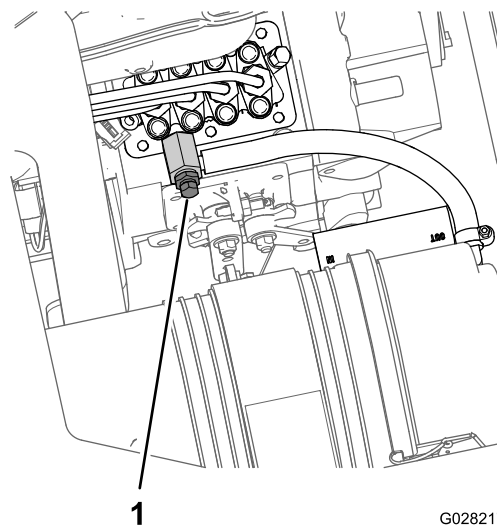

Figura 76
8. Coloque un recipiente de vaciado debajo de la parte del motor donde está situada la bomba de inyección de combustible (Figura 76).
9. Abra el tornillo de purga de aire de la bomba de inyección de combustible (Figura 76).
11. Deje la llave en posición de CONECTADO hasta que fluya una corriente continua de combustible alrededor del tornillo de purga (Figura 76).
12. Apriete el tornillo de purga (Figura 76) y gire la llave a Desconectado.